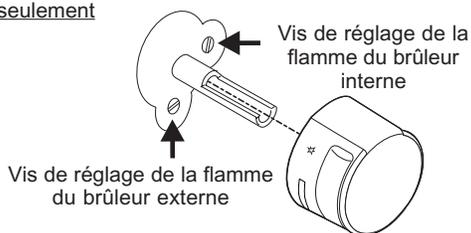

Fig. 2
- Utilisez un tournevis à lame étroite pour régler la taille de la flamme du brûleur intérieur avec la vis de pression de droite (fig. 2). Réglez la taille de la flamme du brûleur externe avec la vis de pression du bas (fig. 2). Tournez vers la gauche pour augmenter la hauteur de la flamme. Tournez vers la droite pour la diminuer